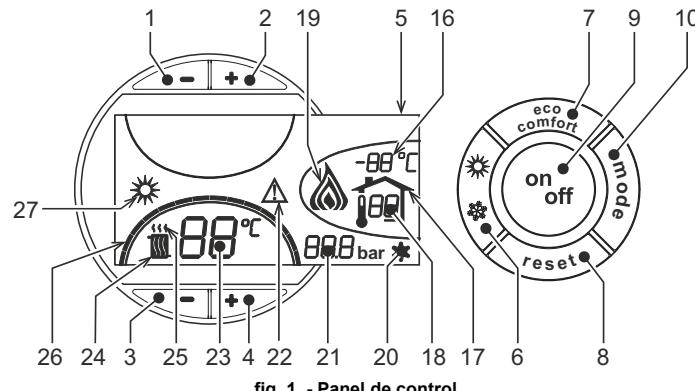
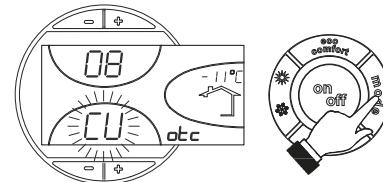
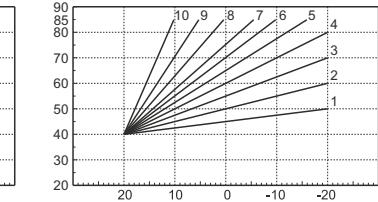

fig. 1 - Panel de control
fig. 9 - Curva de compensación
fig. 12 - Ejemplo de desplazamiento paralelo de las curvas de compensación
Pulsar la tecla on/off (9 - fig. 1) durante 1 segundo.
Se inhabilita el funcionamiento en calefacción. El sistema antihielo permanece operativo. Para volver a activar la caldera, pulsar nuevamente la tecla on/off (9 - fig. 1) durante 1 segundo.
- Pulsar la tecla ON/OFF (9 - fig. 1).
Pulsar la tecla verano/invierno (6 - fig. 1) 1 segundo.
En la pantalla se visualiza el símbolo Verano (27 - fig. 1): la caldera sólo suministra agua sanitaria. El sistema antihielo permanece operativo.
Para desactivar la modalidad Verano, pulsar nuevamente la tecla verano/invierno (6 - fig. 1) 1 segundo.
Mediante las teclas (3 y 4 - fig. 1) se puede regular la temperatura de la calefacción desde un mínimo de 30 °C hasta un máximo de 80 °C.
Mediante las teclas -/+ (1 y 2 - fig. 1) se puede regular la temperatura del agua sanitaria desde un mínimo de 10 °C hasta un máximo de 65 °C.
Si está instalada la sonda externa (opcional), en la pantalla del panel de mandos (5 - fig. 1) aparece la temperatura instantánea medida por dicha sonda. El sistema de regulación de la caldera funciona con "Temperatura adaptable". En esta modalidad, la temperatura del circuito de calefacción se regula en función de las condiciones climáticas exteriores, con el fin de garantizar mayor confort y ahorro de energía durante todo el año. En particular, cuando aumenta la temperatura exterior disminuye la temperatura de ida a la calefacción, de acuerdo con una curva de compensación determinada.
Durante el funcionamiento con temperatura adaptable, la temperatura programada mediante las teclas de calefacción -/+ (3 y 4 - fig. 1) pasa a ser la temperatura máxima de ida a la instalación. Se aconseja definir el valor máximo para que la instalación pueda regular la temperatura en todo el campo útil de funcionamiento.
Si se pulsa una vez la tecla mode (10 - fig. 1), se visualiza la curva actual de compensación (fig. 9), que se puede modificar con las teclas del agua sanitaria (1 y 2 - fig. 1).
Si se pulsan las teclas de la calefacción (3 y 4 - fig. 1), se accede al desplazamiento paralelo de las curvas (fig. 12), modificable mediante las teclas del agua sanitaria (1 y 2 - fig. 1).
Al pulsar otra vez la tecla mode (10 - fig. 1) se sale de la modalidad de regulación de las curvas paralelas.
Si la caldera tiene conectado el reloj programador a distancia (opcional), los ajustes descritos anteriormente se gestionan según lo indicado en la tabla 1. Además, en la pantalla del panel de mandos (5 - fig. 1) aparece la temperatura ambiente actual medida por el reloj programador a distancia.
Selección Eco/Comfort	Si se desactiva el funcionamiento en sanitario desde el menú del reloj programador a distancia, la caldera selecciona la modalidad Economy. En esta condición, la tecla 7 - fig. 1 del panel de la caldera está inhabilitada.